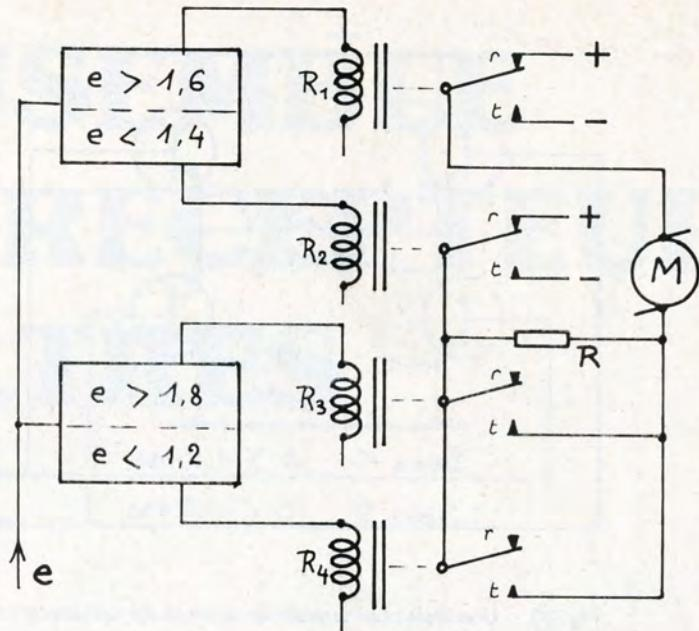

Fig. 15. – Deux boîtes à relais donnent 2 vitesses avants, 2 arrières, l'arrêt.
- Deux boîtes à relais avec seuils répartis assurent avec commande par une seule voie, l'arrêt, deux vitesses avant et deux vitesses arrière (voir fig. 15).